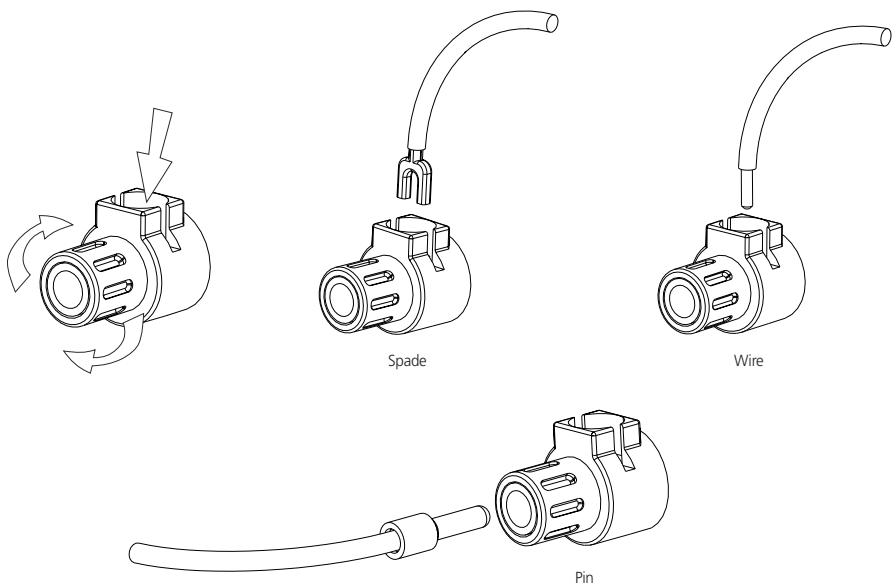

Figura 2
Conéctense los cables de uno de los altavoces a los bornes marcados con "+" y "-" del panel trasero del amplificador NAD de la serie CI. En cada canal, el borne rojo es la salida positiva ("+") y el borne negro es la negativa ("-") o tierra. (Vea la figura 2.)
- 1 Conectores de púa: El conector de púa o espiga es un pasador fino de metal rizado o soldado en el extremo del cable. El orificio de rosca de cada borne de presión contiene una abertura que acepta conectores de hasta 3 mm de diámetro. Desenróquese el buje de plástico de cada borne para dejar al descubierto el orificio del mismo. Insértese el conector de púa en el orificio y hágase girar el buje hacia la derecha hasta que quede bien fijo.(Vea la figura 2.)
- 2 Conectores de lengüeta: Desenróquese el buje de plástico, insértese la lengüeta en forma de "U" en la ranura oblonga y apriétense a fondo el buje (vea la figura 2).
- 3 Cables desnudos: Sepárense los dos conductores del cordón (si se proveen en pares), y descortécese un centímetro de material aislante de cada uno. De cada conductor, tuércense juntos los torones expuestos. Desenróquense los bujes de plástico para "+" y "-", insértese el cable desnudo a través del orificio de metal y apriétense el buje de plástico hasta que sujeté a fondo el cable (vea figura 2). Compruébese que no haya ningún torón de alambre suelto que toque el chasis o el borne adyacente.